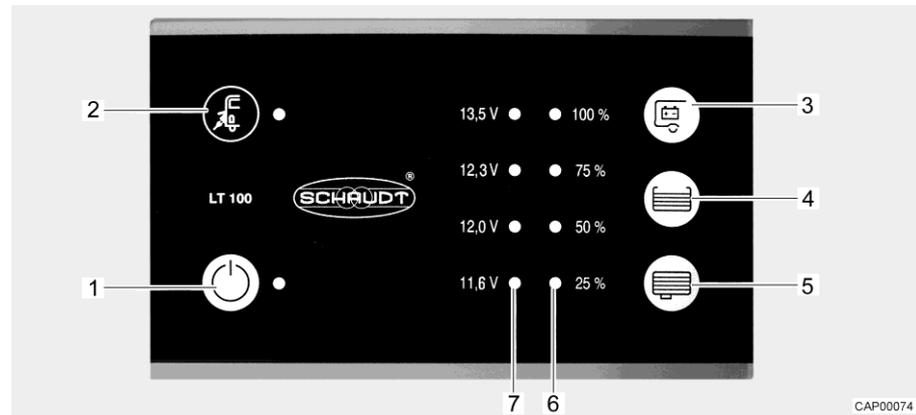

Fig. 41 Pannello di controllo (LT 100)
Il LED giallo accanto al simbolo del collegamento a rete "⚡" (Fig. 41,2) si accende, quando il veicolo è collegato a un'alimentazione di rete esterna. Il LED si accende anche se il pannello di controllo è spento.
L'interruttore principale a 12 V (Fig. 41,1) inserisce o disinserisce il pannello di controllo e l'alimentazione a 12 V dell'abitacolo.
- Premere l'interruttore "⏻" (Fig. 41,1): L'alimentazione a 12 V dell'abitacolo è inserita. Il LED diventa verde.
- Premere di nuovo l'interruttore "⏻" (Fig. 41,1): L'alimentazione a 12 V dell'abitacolo è disinserita. Il LED si spegne.
La scala LED (Fig. 41,7) indica la tensione della batteria dell'abitacolo nel modo seguente:
- Premere il tasto "LED" (Fig. 41,3): Viene indicata la tensione della batteria dell'abitacolo.
La scala LED (Fig. 41,6) indica il livello del serbatoio dell'acqua potabile o del serbatoio delle acque grigie.
Premere il tasto "☰" (Fig. 41,4): Il livello di riempimento del serbatoio dell'acqua potabile è indicato dai LED accesi.
Premere il tasto "☰" (Fig. 41,5): Il livello di riempimento del serbatoio delle acque grigie è indicato dai LED accesi.